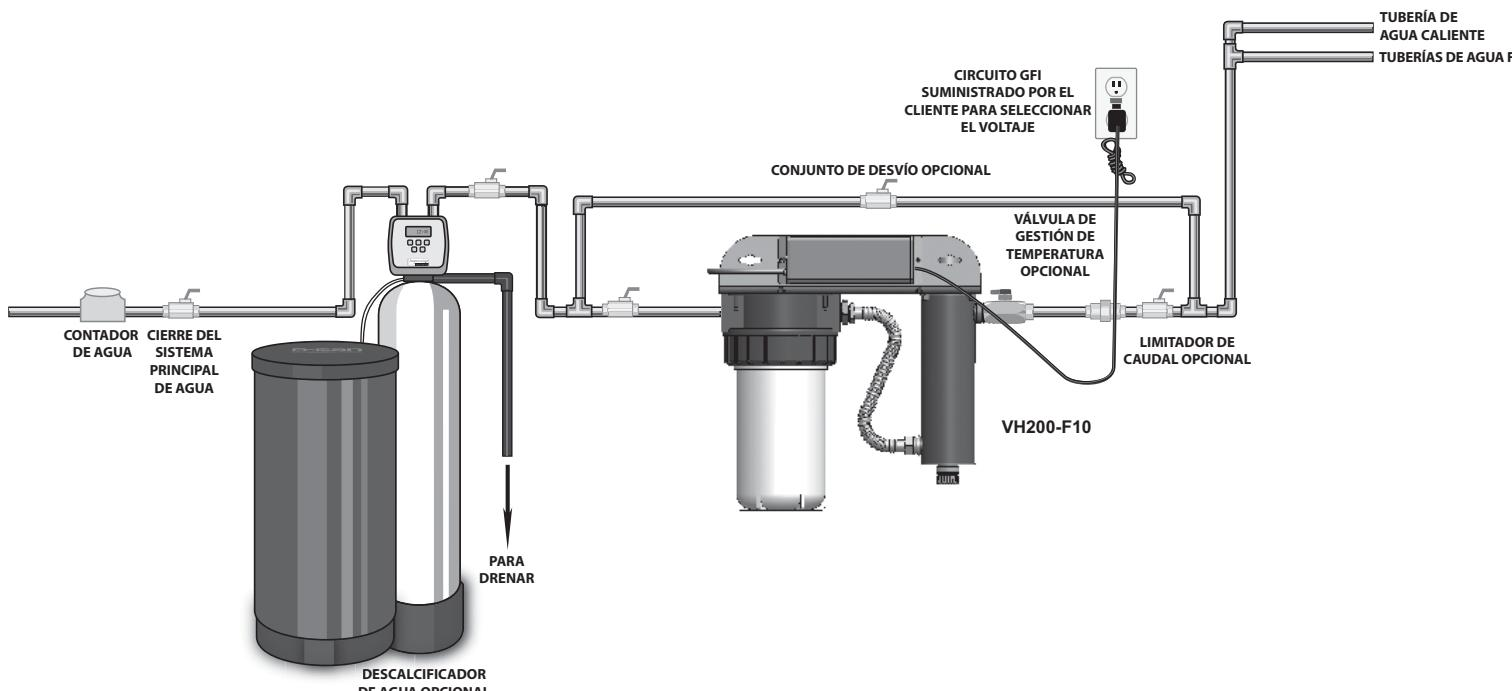

Figura 2 Sistema de desinfección
1. Figura 2 muestra la instalación de un sistema de agua potable típico y los componentes relacionados que se pueden usar para la instalación. Se recomienda el uso de un conjunto de derivación en el caso de que el sistema requiera mantenimiento "sin conexión". Si este es el caso, hay que tener en cuenta que el sistema va a necesitar desinfección adicional del sistema de distribución si se usa agua durante la derivación. Además, durante la derivación, el agua NO se desinfectará y se deberá colocar físicamente la etiqueta "NO CONSUMIR EL AGUA" en el conjunto de derivación hasta que el sistema se haya saneado y puesto en servicio nuevamente. Consulte Sección 3.2 para el procedimiento de desinfección completa. Si el agua se va a consumir mientras el sistema está fuera de línea, se deberá hervir durante dos minutos antes del consumo.